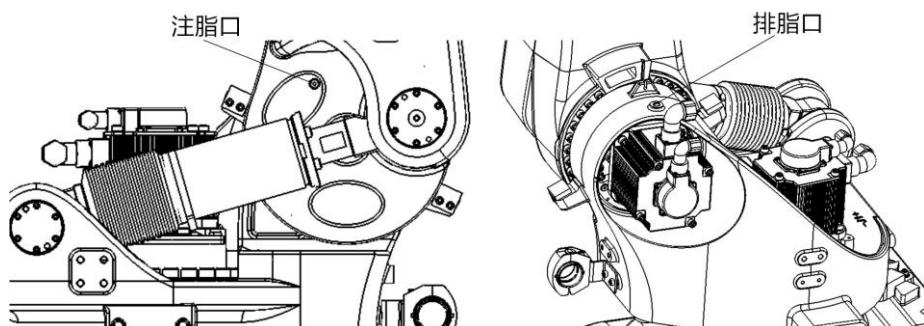

图 13-5 更换 J2 轴减速器润滑脂
- 卸下排脂口 M10x1 堵头及密封垫片，如图 13-5 所示。